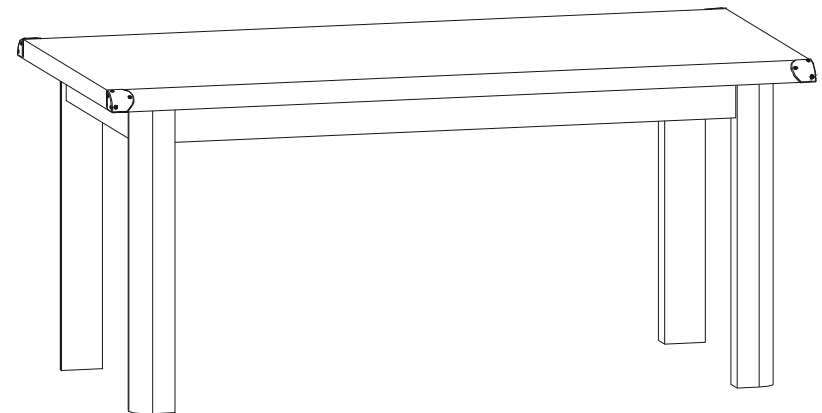

Рис. 2
5.2 В отверстия диаметром **8 мм** на верхних кромках планок цокольных **4** и **5** вбить деревянные шканты **f1** (см.рис. 2).
5.3 В отверстия диаметром **5 мм** на нижней поверхности щита верхнего **1** вкрутить винты стяжки **r16**, пользуясь крестообразной отверткой (см.рис. 2).
5.4 На внутренних поверхностях планок цокольных **4** и **5** в отверстия диаметром **15 мм** вставить стяжки эксцентриковые **r3** (см.рис. 2).
5.10 На нижних кромках ножек **2**, **3** установить опоры (подпятники) **k1** (см. рис. 2).